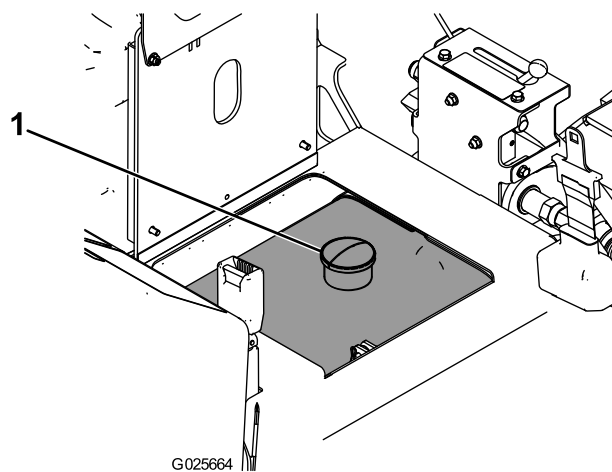

Figura 15
3. Retire el tapón del depósito de combustible (Figura 15).